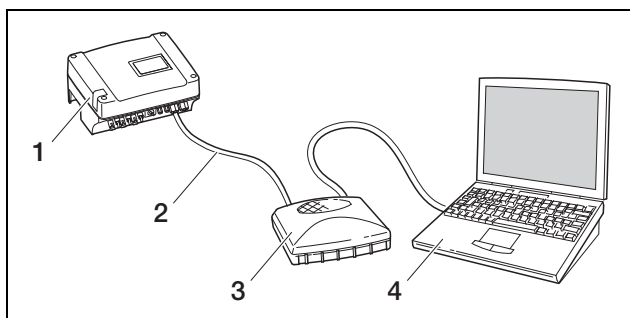

Abbildung 29: Wechselrichter und Computer mit Ethernetkabeln und Switch verbinden
- b) über ein lokales Netzwerk (Switch/Hub/Router und Ethernetkabel, siehe Abbildung 29) verbinden.